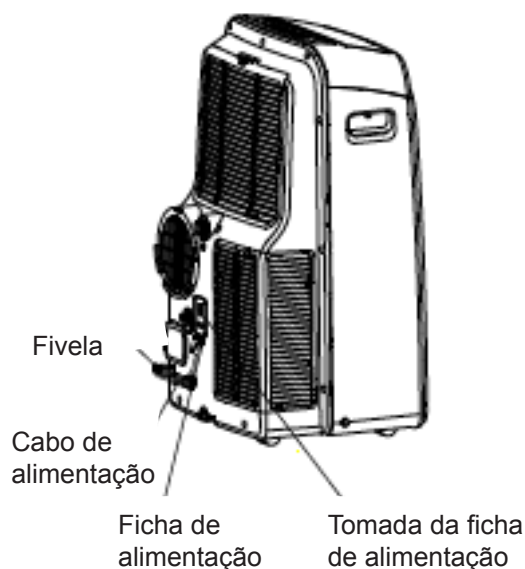

Fig. 25
- Pare o aparelho e desconecte-o, enrole o cabo e empacote-o com fita (Fig.25). Retirar as pilhas do controlo remoto.